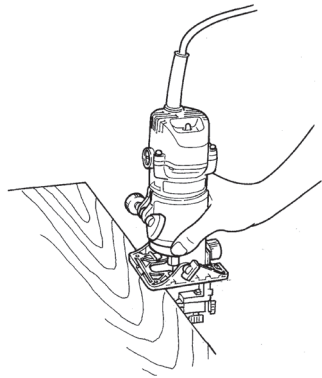

図 13
(4) 加工は前ページの送り方向に合わせてご使用ください。(図 13)